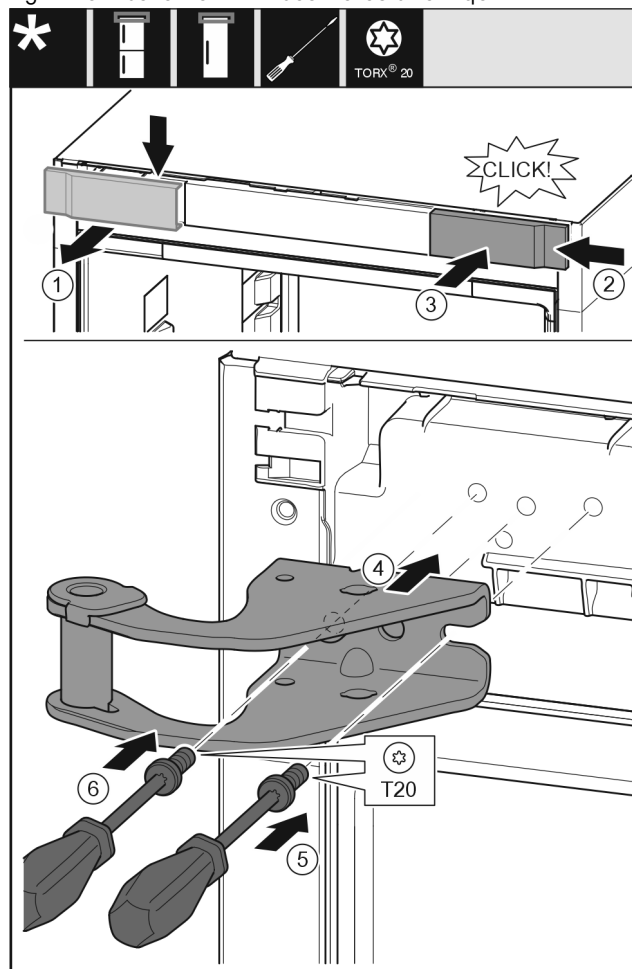

Fig. 11
- Hiqni kapakun mbulues Fig. 11 (1) nga lart duke e tërhequr përpara.
- Futni kapakun mbulues Fig. 11 (2) të rrotulluar me 180°, në anën tjetër nga e djathta.
- Mbërtheni në vend kapakun mbulues Fig. 11 (3).
- Vendosni bazamentin mbështetës të sipërm Fig. 11 (4).
- Vendosni vidën Fig. 11 (5) me një kaçavidë dhe shtrëngojeni fort.
- Vendosni vidën Fig. 11 (6) me një kaçavidë dhe shtrëngojeni fort.